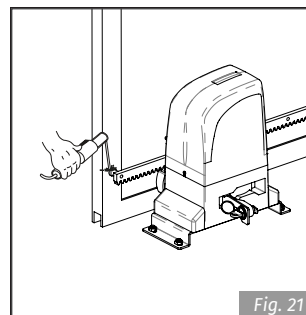

Fig. 21
- 5 • Fixer la crémaillère dans le portail (Fig. 21). Pour assurer une fixation correcte, vous pouvez déplacer le portail petit à petit et fixer les supports de crémaillère au portail toujours près du pignon.